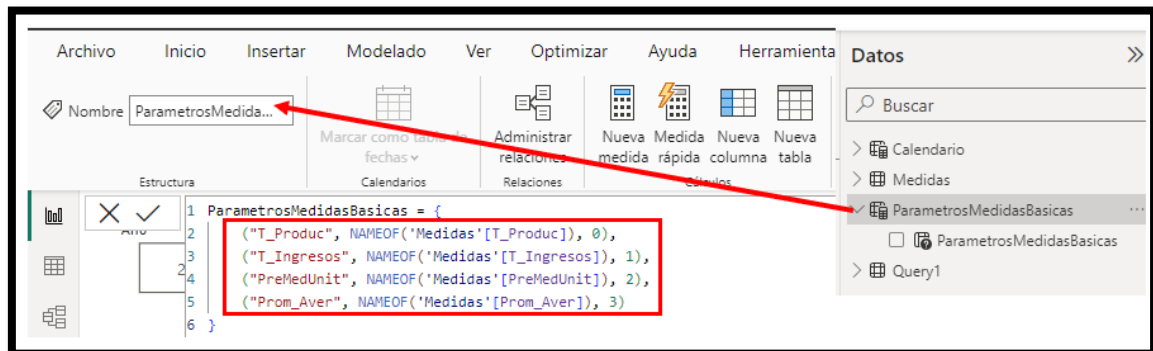

Ilustración 34
Es decir, tal y como se muestra en la Ilustración 34 cuando creamos la relación de parametros básicos el orden de las medidas es importante tener en consideración para poder relacionarlas posteriormente con su equivalente de inteligencia de tiempo (LY).